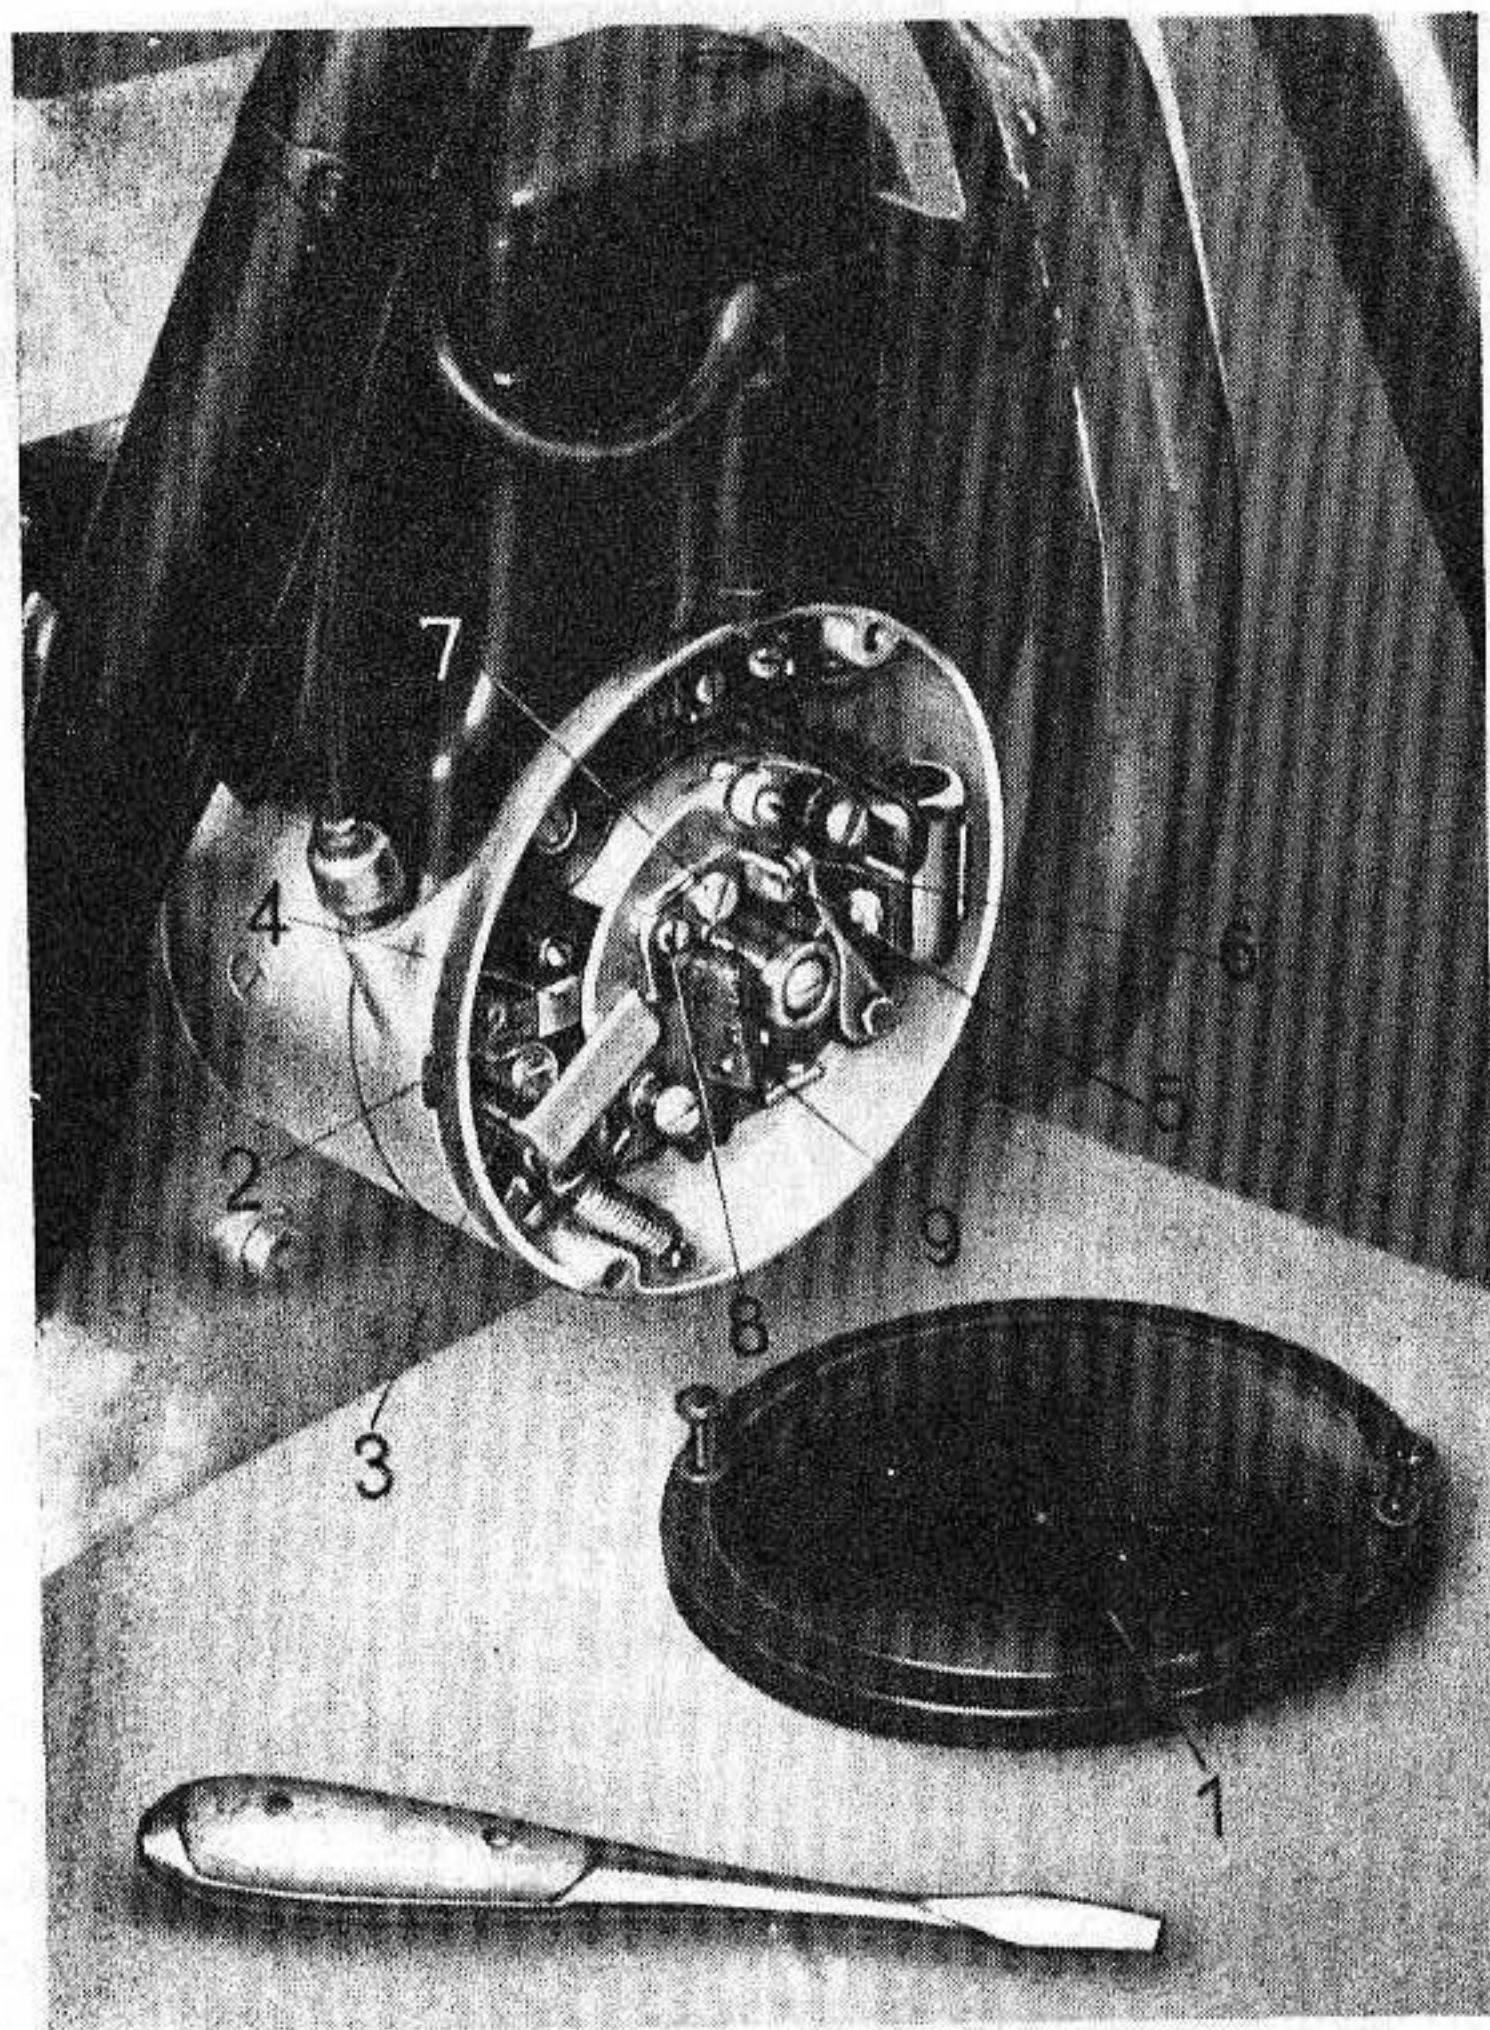

Abb. 12 Deckel zum Unterbrecher und zur Lichtmaschine abgenommen
Nach Abnahme des Schutzdeckels **1** (Abb. 12) wird der Unterbrecher und der Kollektor mit den zwei Kohlebürsten zugänglich. Zur Prüfung der Kohlebürste **2** hebt man die Feder **3** an, die die Kohlebürste **2** auf den Kollektor drückt und versucht die Bürste **2** in ihrer Führung **4** hin und her zu bewegen. Ist eine Bürste verschmutzt und klemmt sich, so muß sie herausgenommen und mit einem sauberen Tuch und Benzin gereinigt werden. Die Führung **4** ist gleichzeitig gut auszublasen. **Unter keinen Umständen darf die blanke Schleiffläche der Kohlebürsten mit Schmirgelpapier oder einer Feile bearbeitet werden.** Ist eine Bürste so weit abgenutzt, daß ihre Kupferlitze in der Aussparung der Führung **4** anstößt, so ist sie auszuwechseln.
b) Unterbrecher: Der **Unterbrecher** (Abb. 12) sitzt ebenfalls unter dem Schutzdeckel **1**.